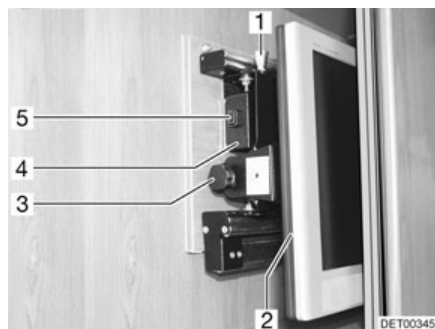

Fig. 66 Armario de TV
- Presionar el botón de desbloqueo (Fig. 66,5) y tirar el soporte para la pantalla plana hacia adelante hasta el tope agarrándolo del tirador (Fig. 66,4).
- Tirar del botón de desbloqueo (Fig. 66,1) y girar la pantalla plana (Fig. 66,2) a la posición deseada.
- Aflojar el tornillo moleteado (Fig. 66,3).